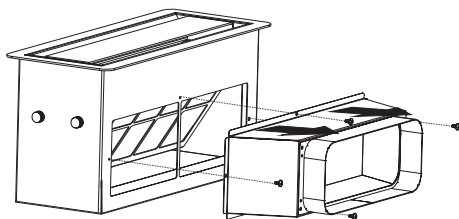

Abb. 31
11. ▶ Entfernen Sie den Metalladaptor auf dem Produkt (Abb. 31).